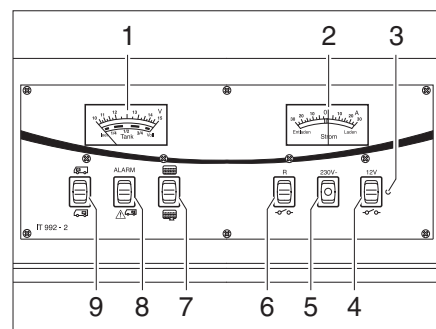

Fig. 197 Panel IT 992
Observar la escala superior del instrumento indicador V/depósito (Fig. 197,1). El instrumento indicador se ilumina automáticamente al accionar el interruptor.
- Pulsar el interruptor basculante (Fig. 197,9) por arriba : Indica la tensión de la batería del motor de arranque.
- Pulsar el interruptor basculante (Fig. 197,9) por abajo : Indica la tensión de la batería del habitáculo.
Observar la escala inferior del instrumento indicador V/depósito (Fig. 197,1). El instrumento indicador se ilumina automáticamente al accionar el interruptor.
- Pulsar el interruptor basculante (Fig. 197,7) por arriba : Indica la cantidad de agua.
- Pulsar el interruptor basculante (Fig. 197,7) por abajo : Indica la cantidad de aguas residuales.
La luz roja de ALARMA (Fig. 197,8) parpadea en cuanto la tensión de la batería del habitáculo baja de 11 V (medición durante el servicio) y hay peligro de descarga completa.
El instrumento indicador (Fig. 197,2) indica constantemente la corriente actual suministrada por la batería. El instrumento indicador se ilumina automáticamente al accionar el interruptor.
El interruptor principal de 12 V (Fig. 197,4) conecta y desconecta el panel y la alimentación de 12 V del habitáculo.
- Pulsar el interruptor basculante (Fig. 197,4) por arriba "  ": La alimentación de 12 V del habitáculo está conectada. La luz de control (Fig. 197,3) se enciende de color verde.
- Pulsar el interruptor basculante (Fig. 197,4) por abajo "  ": La alimentación de 12 V del habitáculo está desconectada. La luz de control (Fig. 197,3) se apaga.
Se enciende la luz de control de 12 V (Fig. 197,3) cuando se conecta el interruptor principal de 12 V (Fig. 197,4).
Se enciende la luz de control de 230 V (Fig. 197,5) amarilla cuando hay tensión de red en la entrada del bloque eléctrico.
- Pulsar el interruptor basculante (Fig. 197,6) por arriba: La bomba de agua está conectada.
- Pulsar el interruptor basculante (Fig. 197,6) por abajo "  ": La bomba de agua está desconectada.